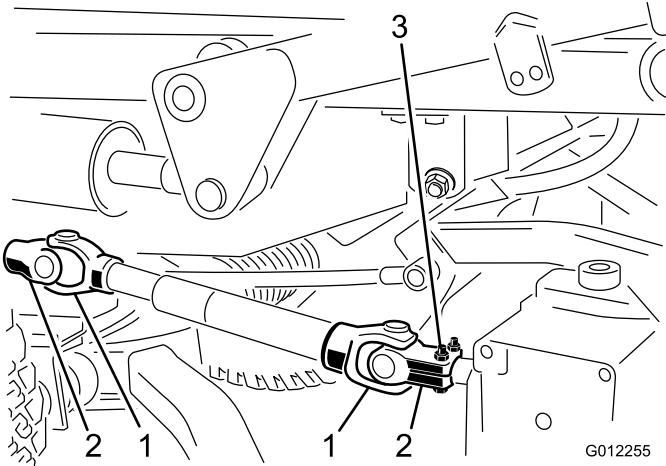

Bild 21
- Klopfen Sie den Spannstift heraus, mit dem das Antriebswellenjoch an der Eingangswelle des Getriebes befestigt ist (Bild 21). Lösen Sie die Kopfschrauben und Sicherungsmuttern und schieben Sie das Joch von der Eingangswelle. Wenn Sie die Zugmaschine ohne Mähwerk einsetzen, setzen Sie den Spannstift vom Joch in die Zapfwelle der Zugmaschiene ein und entfernen die ganze Antriebswelle von der Zugmaschine.